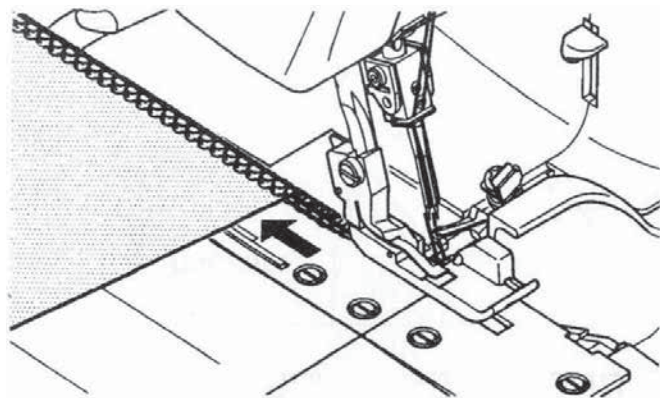
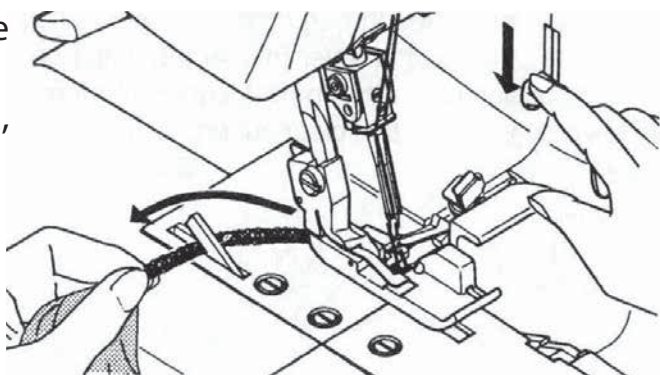

Fig. 2
Fig. 3
Namestite konverter na zgornji lovilec, kot je prikazano na sliki "Fig.2" in "Fig.3".
(slika Fig.2).
Zanke sukanca lahko visijo iz robu blaga kadar šivate lahke materiale in uporabljate 3 sukance (in le desno iglo) in imate nastavljen gumb za regulacijo noža na 4-5 (slika Fig.3). V takem primeru zamenjajte pripravo za širino šiva (A) s pripravo (B), da boste dobili boljše rezultate - lep šiv brez odvečnih zank (slika Fig.4).